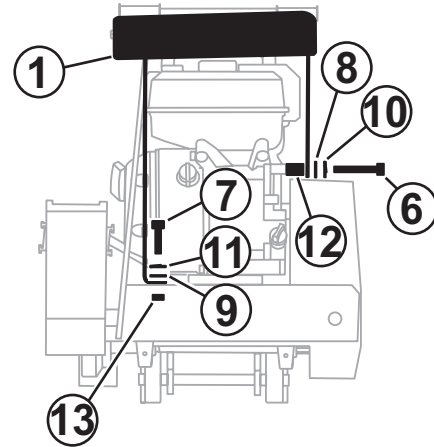

Abb. 24. Wassertankbausatz (optional)
2. Die Tankstützplatte (Pos. 1, Abb. 24) so auf den Motor setzen, dass der Reversierstarter durch die große Öffnung der Platte passt. Der Zugriff des Reversierstarters muss durch diese Öffnung erreichbar sein. Sicherstellen, dass der Zugriff des Reversierstarters ohne Hängenbleiben oder Reiben an der Tankstützplatte gezogen werden kann.
5. Nach Auswahl der erforderlichen Distanzstücklänge die Distanzstücke (Pos. 12, Abb. 24) zwischen Motorblock und Halterung der Tankstützplatte positionieren und mit den 3/8"-Befestigungselementen (Pos. 6, 8, 10) befestigen. Schrauben (Pos. 6) der richtigen Länge für den Anwendungsfall verwenden.